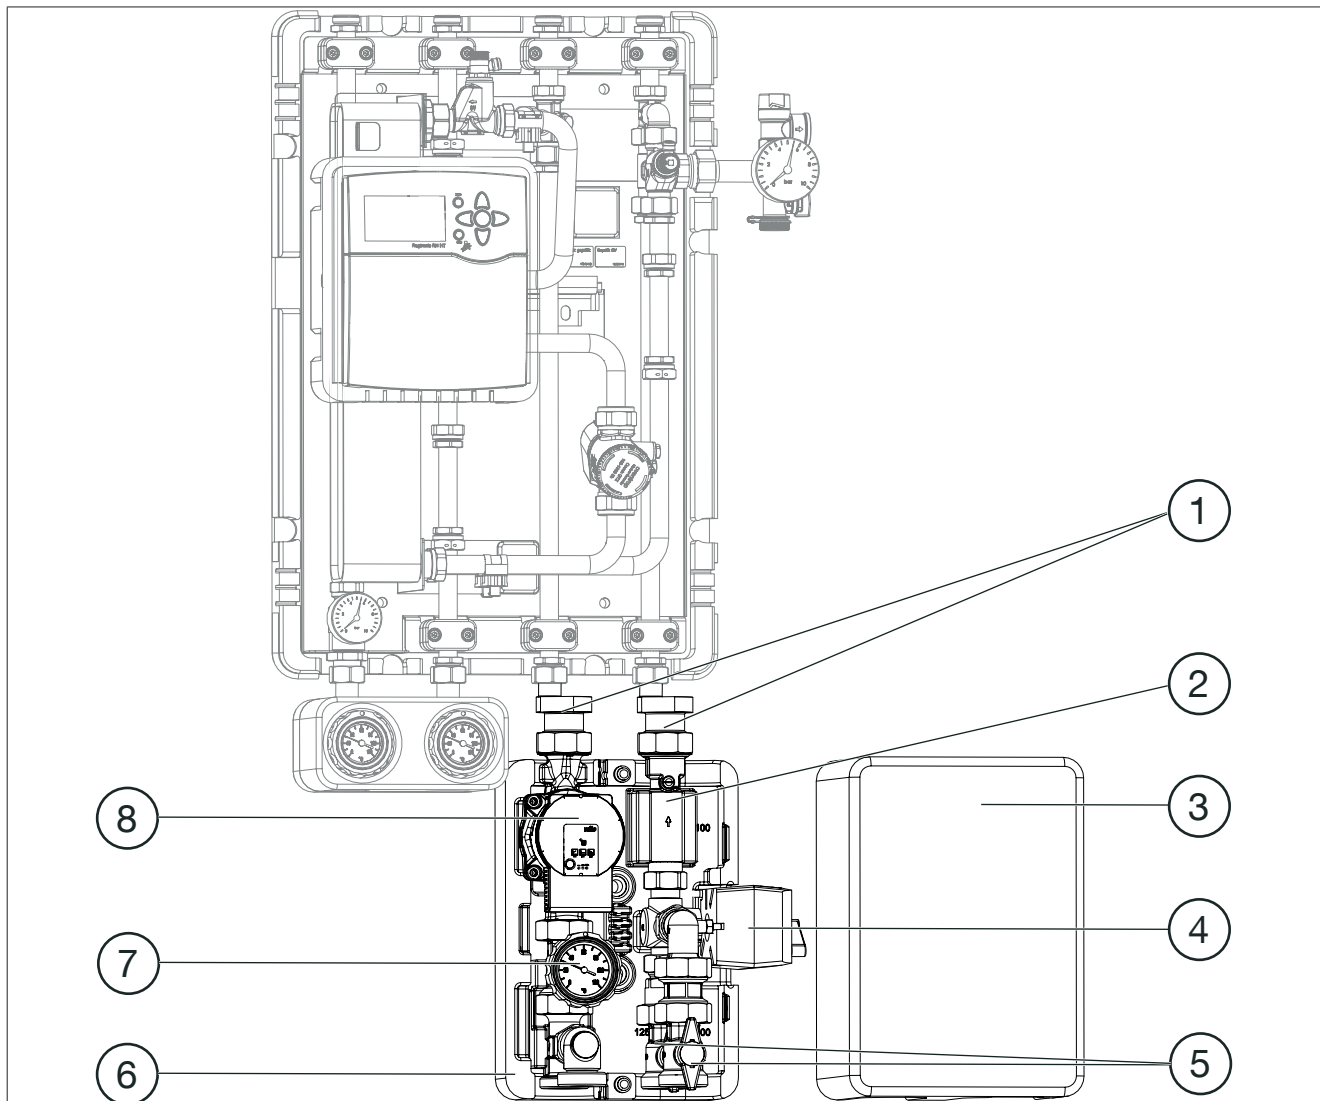

Abb. 11: Hausübergabestation mit Kugelhahnanschluss-Set und HT-Umschaltmodul
| (7) | HT-Umschaltmodul (den Aufbau des HT-Umschaltmoduls entnehmen Sie der Abb. 11 auf Seite 14) |
Die Regudis H-H / Regudis H-M ist mit einer Pumpengruppe Regumat S ausgestattet (siehe Abb. 11 auf Seite 14).
Die Regudis H-HT / Regudis H-MT ist mit einem Umschaltventil mit 2-Punkt Stellantrieb ausgestattet (siehe Abb. 11 auf Seite 14).